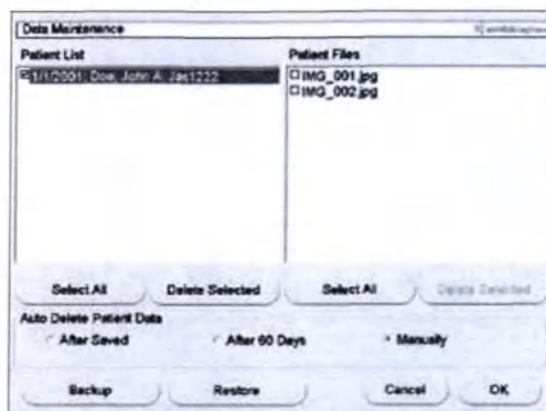

Рисунок 32. Экран Data Maintenance (Обслуживание данных)
2. Нажмите кнопку **Data Maintenance** (Обслуживание данных) на экране System Tools (Службные программы), чтобы открыть экран Data Maintenance (Обслуживание данных) (рис. 32).
Нажмите кнопку **Data Maintenance** (Обслуживание данных) на экране System Tools (Служебные программы), чтобы открыть экран Data Maintenance (Обслуживание данных) (рис. 32). На экране Data Maintenance (Обслуживание данных) приведены функции Auto Delete Patient Data (Автоматическое удаление данных пациента). Функцию Auto Delete Patient Data (Автоматическое удаление данных пациента) можно настроить на удаление записей пациентов после их сохранения через 60 дней, либо вручную. Удаляйте файлы, чтобы увеличить место в памяти для хранения данных. По умолчанию в консоли 660HD-E задана настройка «Вручную».